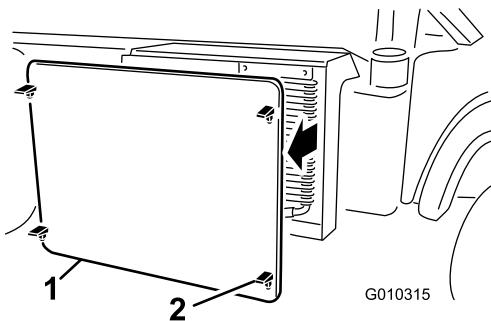

図 50
5. ラジエタースクリーンのラッチを外して、ラジエター前面から外す図 50。